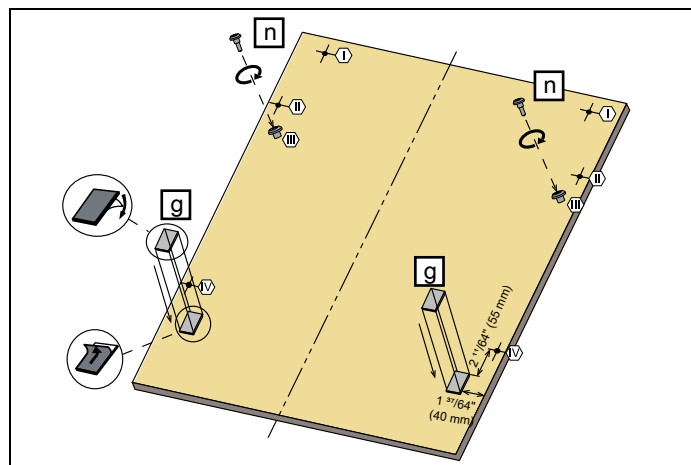

Fig. 25
- 3) Como se muestra en Fig. 25 , se instalan los tornillos  $\emptyset$  5/32" x 27/32" (4 mm x 21,5 mm) en las posiciones III.
- 4) Como se muestra en Fig. 25 , los listones de fijación de madera para puertas se instalan en las posiciones indicadas en la figura.